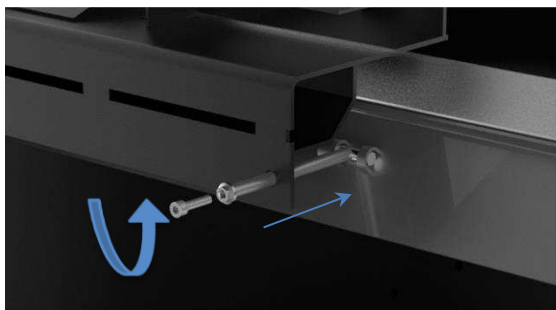

Figura 17 - Regulação da pala de fumos
* Nota: em caso de uma instalação com má tiragem é possível fazer a regulação do batente da pala de forma a facilitar a passagem de fumos pelo gargalo da chaminé, Figura 17. Esta operação deve ser feita por um técnico especializado.